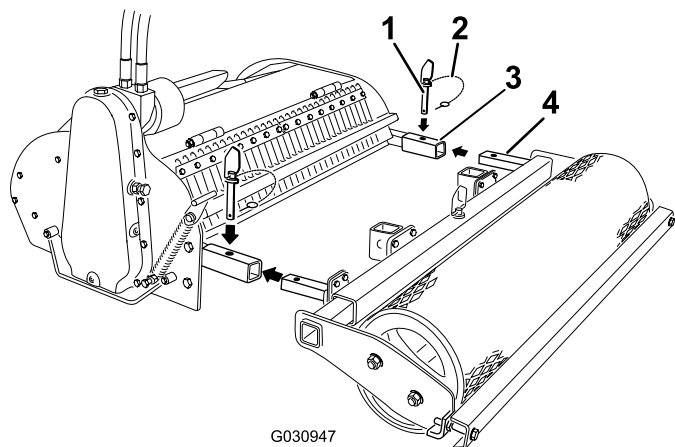

Figure 3
4. Enlevez l'axe de chape des goupilles (Figure 3).
5. Enlevez les goupilles des bras du cultivateur (Figure 3).
6. Insérez les bras du rouleau dans les bras du cultivateur et fixez-les en position avec les goupilles (Figure 3).